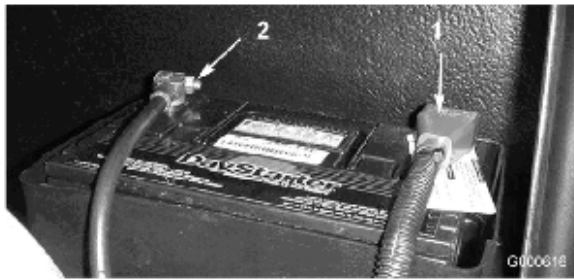

図 39
5. 赤い（+）ケーブルをバッテリーの（+）端子に、黒いケーブル（-）はバッテリーの（-）端子に固定する（図 39）ケーブルはキャップスクリューとナットで各電極に確実に固定すること。プラス端子が電極に十分にはまり込んでいること、ケーブルの配線に無理がないことを確認する。ケーブルとバッテリー・カバーを接触させないこと。ショート防止のために（+）端子にゴムキャップをかぶせる。